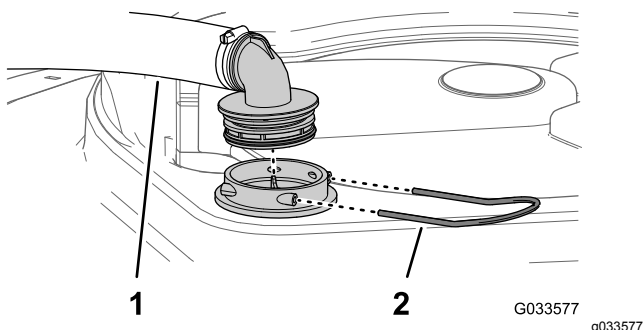

Figura 95
2. Na parte superior do depósito do pulverizador, retire a fixação que prende a união da mangueira unida à tubagem grande da estrutura do filtro (Figura 95).
3. Retire a tubagem e a união da tubagem da estrutura do filtro (Figura 95).